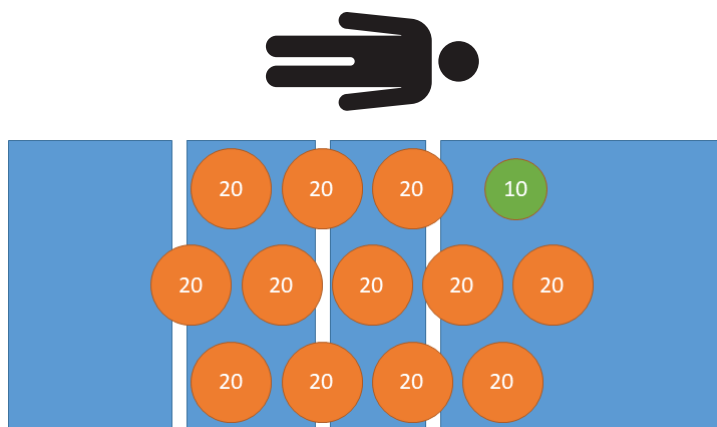

Abbildung 11 – Vorladen – 250 kg
27. Das Produkt mit kalibrierten Gewichten auf 250 kg vorladen (Abbildung 11).